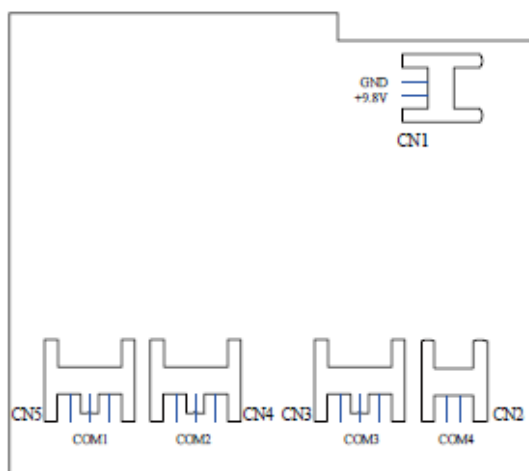
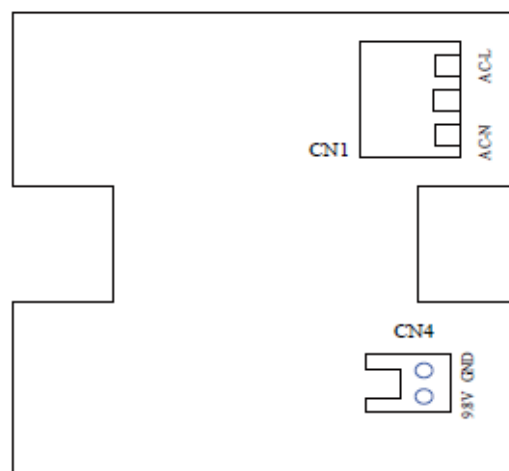

Рис.7.2 Порты платы дисплея
Рис.7.3 Порты платы модуля подачи питания
7.1.2 Интерфейсные разъемы для подключения коммуникационных линий. См. Рис.7.2 для информации о портах платы дисплея и Рис.7.3 для информации о портах платы модуля подачи питания.